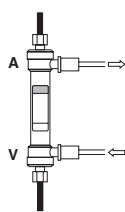

Fig.5/Abb.5/Εικ.5
- 7) Sluit de dialysaatlijnen aan op de dialysaatpoorten zodat het dialysaat in tegenstroom met de bloedstroom stroomt. Verwijder eventuele luchtballen en spoel de dialysaatzijde met dialysaat dat stroomt met ongeveer 500 ml/min. (Fig. 5) Laat het dialysaat minstens 5 minuten stromen. Vermijd ultrafiltratie tijdens deze procedure.